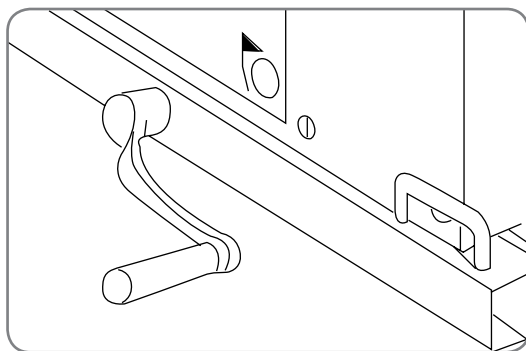

Рис. 7.3. Вкат/выкат выкатного выключателя
- Вставьте рукоятку вката/выката в соответствующее отверстие (рис. 7.3) и вращайте её по часовой стрелке до её остановки или блокировки; выключатель перемещен в рабочее положение. Проконтролируйте состояние соответствующего индикатора на распредустройстве.
- Вставьте рукоятку вката/выката в соответствующее отверстие (рис. 7.3) и вращайте её против часовой стрелки до её остановки или блокировки; выключатель перемещен в положение "Выкачен".